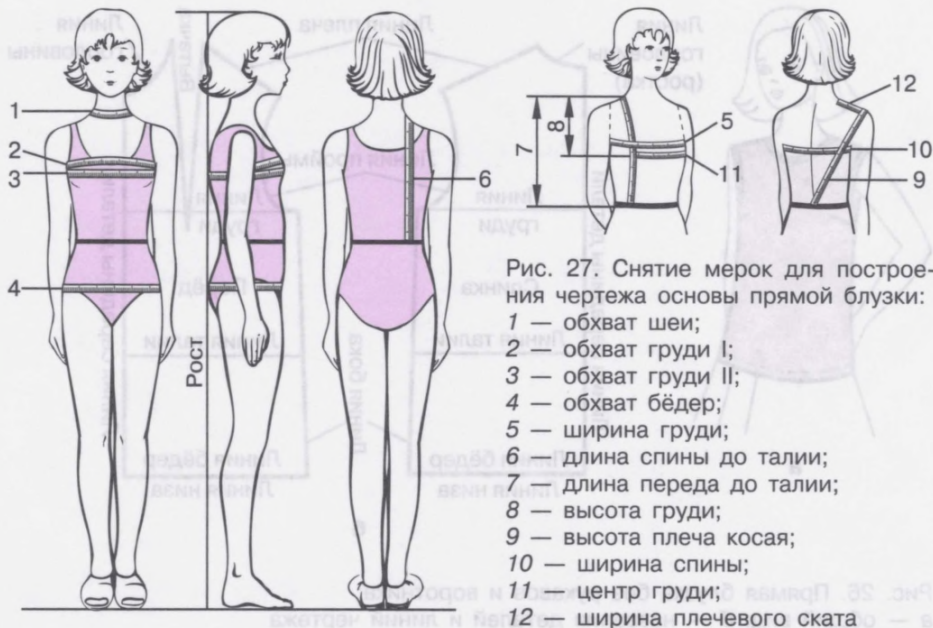

Рис. 27. Снятие мерок для построения чертежа основы прямой блузки:
**Примечание.** Швейные изделия, изготовленные на предприятиях швейной промышленности, имеют товарный ярлык-маркировку. На ярлыке указываются полные величины роста, обхвата груди II, обхвата бёдер для женской одежды (например, 164—88—92, где 164 означает рост, 88 — обхват груди, 92 — обхват бёдер) и полные величины роста, обхвата груди II, обхвата талии для мужской одежды. Разница между ростами составляет 6 см: 146, 152, 158, 164, 170, 176 см. *Рост (Р)* — важная мерка. Свою мерку роста надо знать, чтобы не ошибиться при покупке готового изделия или при подборе готовых выкроек из журналов мод. Мерка снимается по спине от пола до верха головы (см. рис. 27).
1. Рассмотрите рисунок 27. Объясните, как снимается каждая мерка.